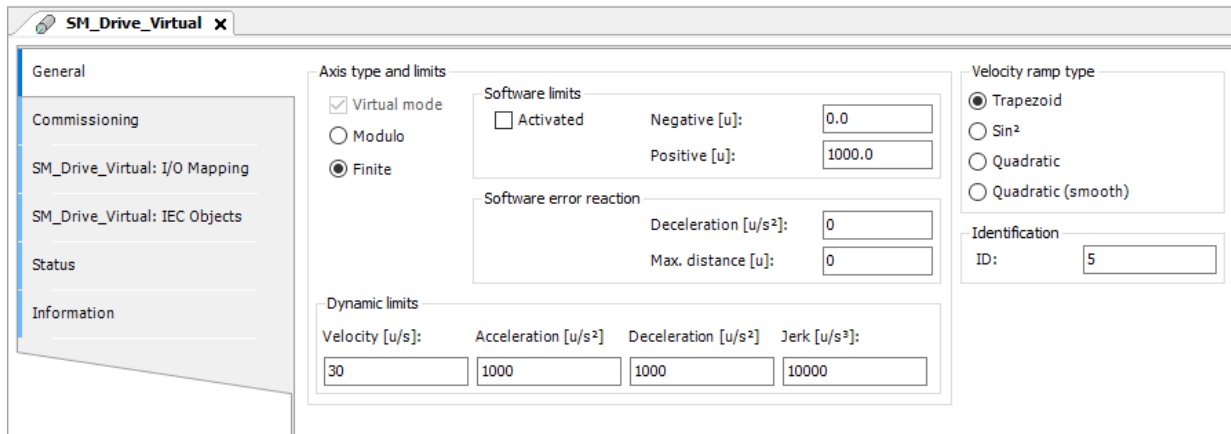

Figura 5.6: Exemplo configurações de eixo virtual.
- Configure a aba **General**, de acordo com a Figura 5.6.